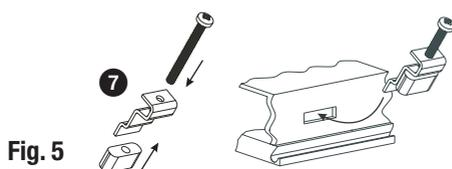

Fig. 5
- Inserire e fissare le viti Fig. 5 sino a che il bordo dello strumento sia a contatto del quadro.